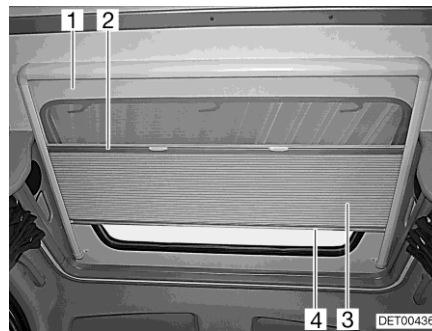

Fig. 46 Toit ouvrant
Le dispositif occultant plissé (Fig. 46,3) est relié de manière permanente à une moustiquaire (Fig. 46,1).
- Saisir la tige de fermeture (Fig. 46,4) du dispositif occultant plissé par le milieu et tirer avec précaution vers le bas.
- Ramener lentement le dispositif occultant plissé en arrière par la tige de fermeture (Fig. 46,4).
- Saisir la moustiquaire par le centre de la tige de fermeture (Fig. 46,2) et tirer avec précaution vers le bas.
- Ramener lentement la moustiquaire en arrière par la tige de fermeture du dispositif occultant plissé (Fig. 46,4).